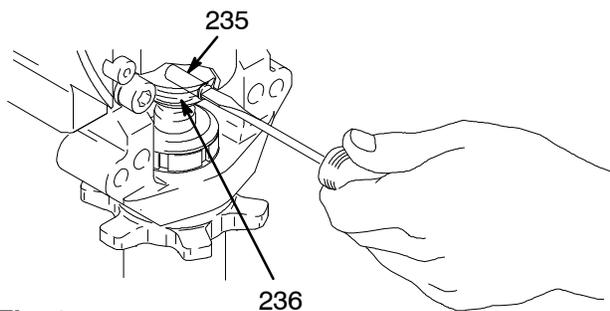

Fig. 1
3. Desaperte o tubo de sucção (34) da bomba, mantendo a chave na válvula de admissão da bomba (A) para que esta não fique descomprimida.
4. Desligue o tubo flexível de saída da bomba (100) do bocal de saída do pistão de bombagem (60).
5. Fig. 1. Utilize a chave de fendas para levantar a mola retentora (236) do topo da bomba. Retire o pino (235).